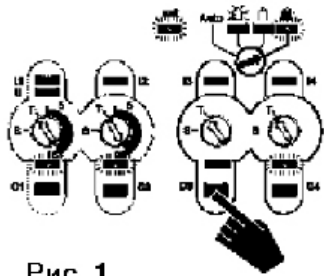

Рис. 1
Пример: Имитация присутствия, см. Рис.1.
2. Нажмите на непродолжительное время на клавишу, которая соответствует изменяемому каналу, пока контрольный светодиод не погаснет (см. Рис.1 канал C3).